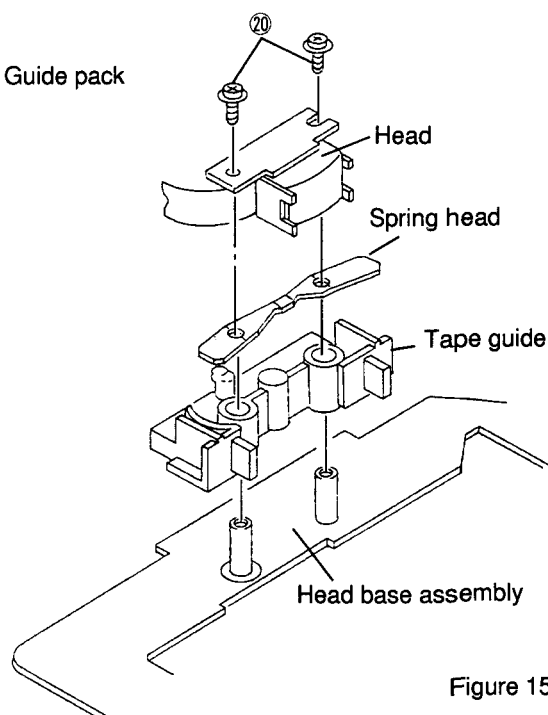

Figure 15
- (1) After removing the pinch roller spring, remove two screws ⑳ as shown in Figure 15.
- (1) ピンチローラースプリングを外した後、2本のネジ⑳を外します。(図15参照)